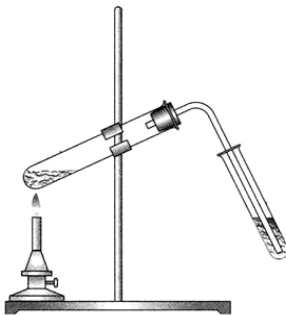

Рис. 2. Лабораторная установка (общий вид)
*Получение этилена.* В пробирку налейте 1 см3 этилового спирта и осторожно прилейте 3 см3 концентрированной серной кислоты. Добавьте несколько крупинок оксида алюминия (катализатор). Чтобы кипение смеси было равномерным, необходимо добавить в пробирку центры кипения – песок или битый фарфор. Закройте пробирку пробкой с газоотводной трубкой и закрепите наклонно в зажиме штатива (рис. 2). Смесь осторожно нагрейте. Не допускайте выброса смеси из пробирки.